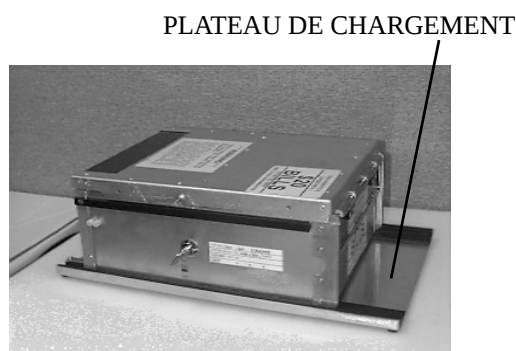

Figure 4-4. Cassette à billets sur un plateau de chargement.
4. Placez la cassette sur le plateau de chargement, sa partie arrière faisant face aux sondes qu'il y a sur le plateau, comme l'illustre la figure 4-4. L'obturateur est déverrouillé quand la cassette est poussée contre les sondes.